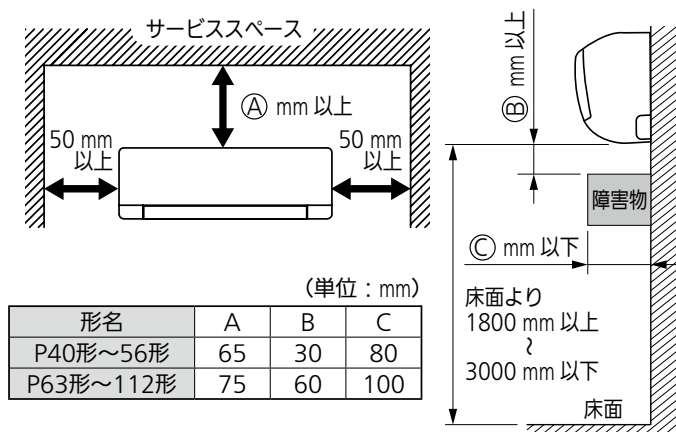

図1
1. 室内ユニットの周囲には、図1のスペースを確保してください。
1. 付属の据付板を使用して、取付位置を決めます。据付板の周囲に、8 ページ (図 1) のスペースを確保できる場所を選んでください。水準器を使用して、据付板の水平を保ったうえで位置を決めてください。